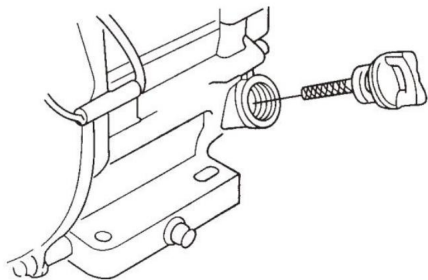

ABB.2
7.2.2 Entfernen Sie den Einfüllmessenstab aus der Motoröl-Einfüllöffnung (ABB. 2) und